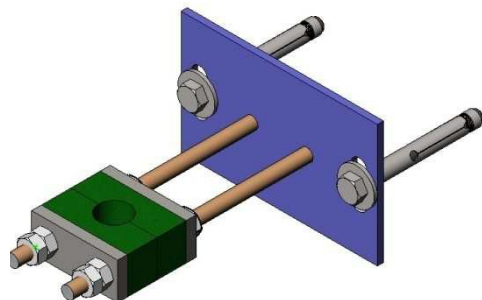

Abb. 20
- Es wird empfohlen alle 1,5 m eine Spindel- Schutzhalterung anzubringen (Abb. 20)